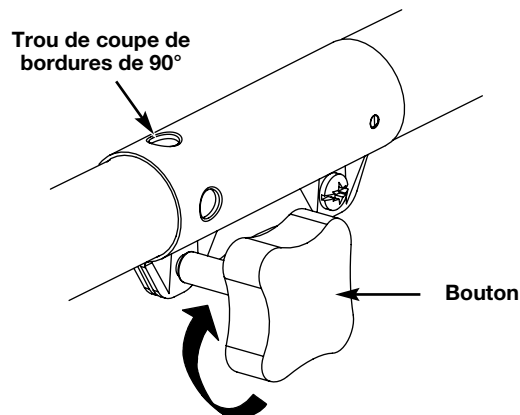

Fig. 24
3. Serrez le bouton en le tournant à droite (Fig. 24).
Pour couper les bordures à l'aide de la tête d'accessoire de coupe sur les modèle EZ-Link^{MC}, verrouillez le bouton de déclenchement de l'accessoire de coupe dans le **trou de 90°** (Fig. 24).